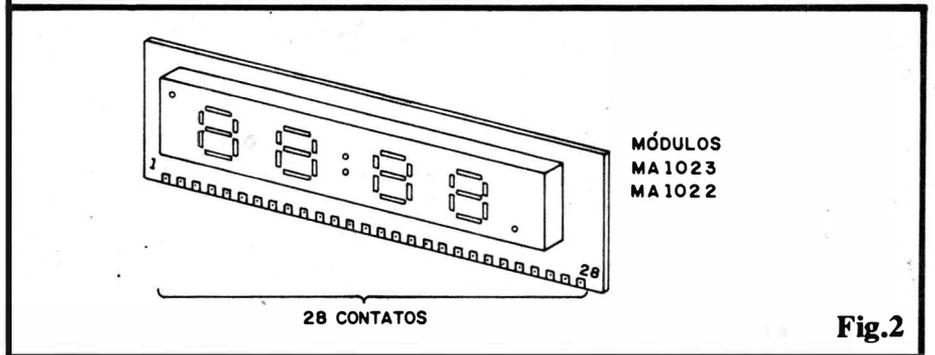

Fig.2
contagem do Tempo... Como os próprios **displays** numéricos também estão incorporados ao dito módulo, um conjunto de Integrados “embutidos” se encarregam de realizar digitalmente a contagem e a decodificação dos pulsos, de modo a “mostrá-los” em “formato horário” através dos dígitos iluminados (ou não...). Observar que, para as funções básicas desejadas (mais detalhes a partir da fig. 2), embora o módulo contenha uma linha de terminais com 28 pontos, apenas 13 deles são realmente utilizados... Um transformador comum, com secundário para 0-9V (as tolerâncias internas do módulo permitem que o valor nominal de 8V seja excedido nesse nível, sem nenhum problema de sobrecarga...), ou mesmo para 9-0-9 (usando-se só a “metade” do secundário...) “rebaixa” a C.A. da rede e aplica-a ao módulo (internamente são realizadas as funções de retificação e filtração...). Um mero **zener** de 3V6 x 1W se encarrega de gerar (a partir dos mesmos 9V oriundos do trafo...) a baixa Tensão requerida pelos **displays** dos módulos (esse é o “truque” básico que nos permite “fugir” do transformador especial...). Um chaveamento aplicado aos terminais 12-13-16-18 do módulo, determina as possibilidades de “acerto” do horário mostrado no **display**, conforme detalharemos mais
- FIG. 2 - O MÓDULO HÍBRIDO - O adjetivo “híbrido” que qualifica o módulo, refere-se ao fato do dito cujo incorporar componentes Integrados (o **chip** especializado, “escondidinho” sob o próprio **display** numérico...) e “discretos” (transístores, diodos, resistores, capacitores, etc., dispostos circuitualmente sobre a placa “mãe” do MA1022 ou MA1023...). A figura mostra o “jeitão” do módulo (os componentes discretos ficam na face oposta à do **display**...), visto pela frente, evidenciando-se o **display** de 4 dígitos